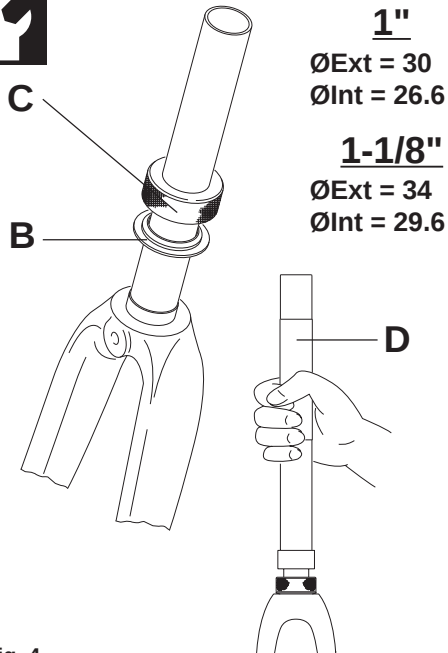

Fig. 4
• Inserire il cono forcetta (B - Fig.4) sulla forcetta e premetelo a fondo per mezzo dell'utensile di raccordo C (UT-HS110 per 1" - UT-HS120 per 1-1/8") e di un tubo D delle dimensioni riportate in figura. (Continua...)
• Insert the lower cup race (B - fig.4) onto the fork and push it all the way down to the fork head using the Campagnolo tool C (1" fork: UT-HS110; 1-1/8" fork: UT-HS120) and a tube (D) with the dimensions shown in fig. 4. (Continuing on the next page).
• Den Gabelkonus (B - Abb.4) in die Gabel einsetzen und mit Hilfe des Campagnolo-Werkzeugs C (UT-HS110 für die 1"-Gabel - UT-HS120 für die 1-1/8"-Gabel) und eines Rohrs D mit den in der Abbildung gezeigten Abmessungen bis ganz zum Anschlag einpressen. (Fortsetzung nächste Seite...)
• Introduire le cône de fourche (B - Fig. 4) sur la fourche et le pousser à fond à l'aide de l'outil de raccord C (UT-HS110 pour 1" - UT-HS120 pour 1-1/8") et d'un tube D dont les dimensions sont indiquées dans la figure (Voir page suivante).
• Montar el cono de la horquilla (B - Fig.4) en ésta y apretar a fondo con el auxilio de la herramienta de unión C (UT-HS110 para 1" - UT-HS120 para 1-1/8") y de un tubo D del tamaño indicado en la figura. (Sigue...)
• Plaats de ondercup (B - fig. 4) op de vork en druk op de vorkkroon met behulp van Campagnolo gereedschap C (1" vork: UT-HS110; 1-1/8" vork: UT-HS120) en een buis (D) met de afmetingen volgens fig. 4. (vervolg op volgende bladzijde)